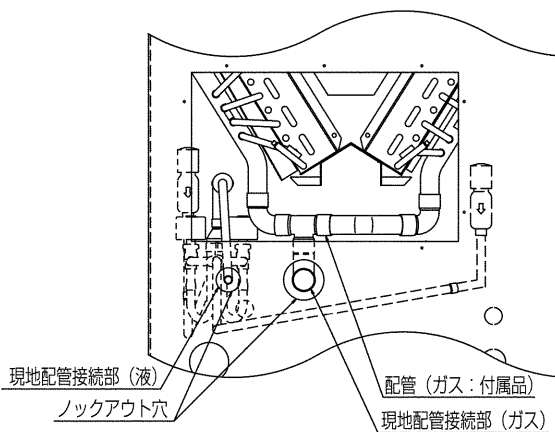

図5
- (6) 図5・図6に示すとおり付属配管、現地配管を左側面サービス点検口および、前面からロウ付接続を行ってください。
現地配管接続部 図6 → 付属配管接続部 図5